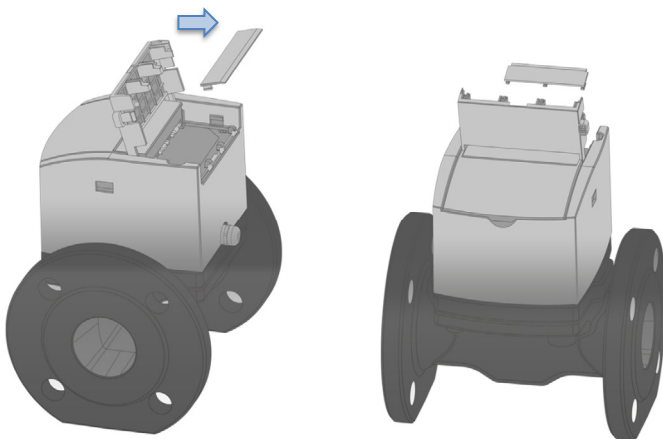

Fig. 29: Remplacement du cache de protection en vue de l'ajout d'un nouveau module
Étape 2 : remplacer le cache de protection sur le couvercle du module, voir Fig. 29.
Si des modules NFC supplémentaires doivent être ajoutés au compteur, le cache de protection du couvercle du module doit être remplacé. Retirez le cache du couvercle de module ouvert en le tirant vers l'extérieur, comme illustré à la Fig. 29. Des caches distincts pour un ou deux emplacements sont disponibles. Si un seul module est monté sur le compteur, les deux emplacements restants doivent être obturés. Si deux modules sont montés, un seul emplacement restant doit être obturé. Montez le cache de protection approprié sur le couvercle du module de sorte que les emplacements NFC destinés à recevoir un module restent libres. Le cache s'enclenche lorsqu'il est pressé sur le couvercle du module.